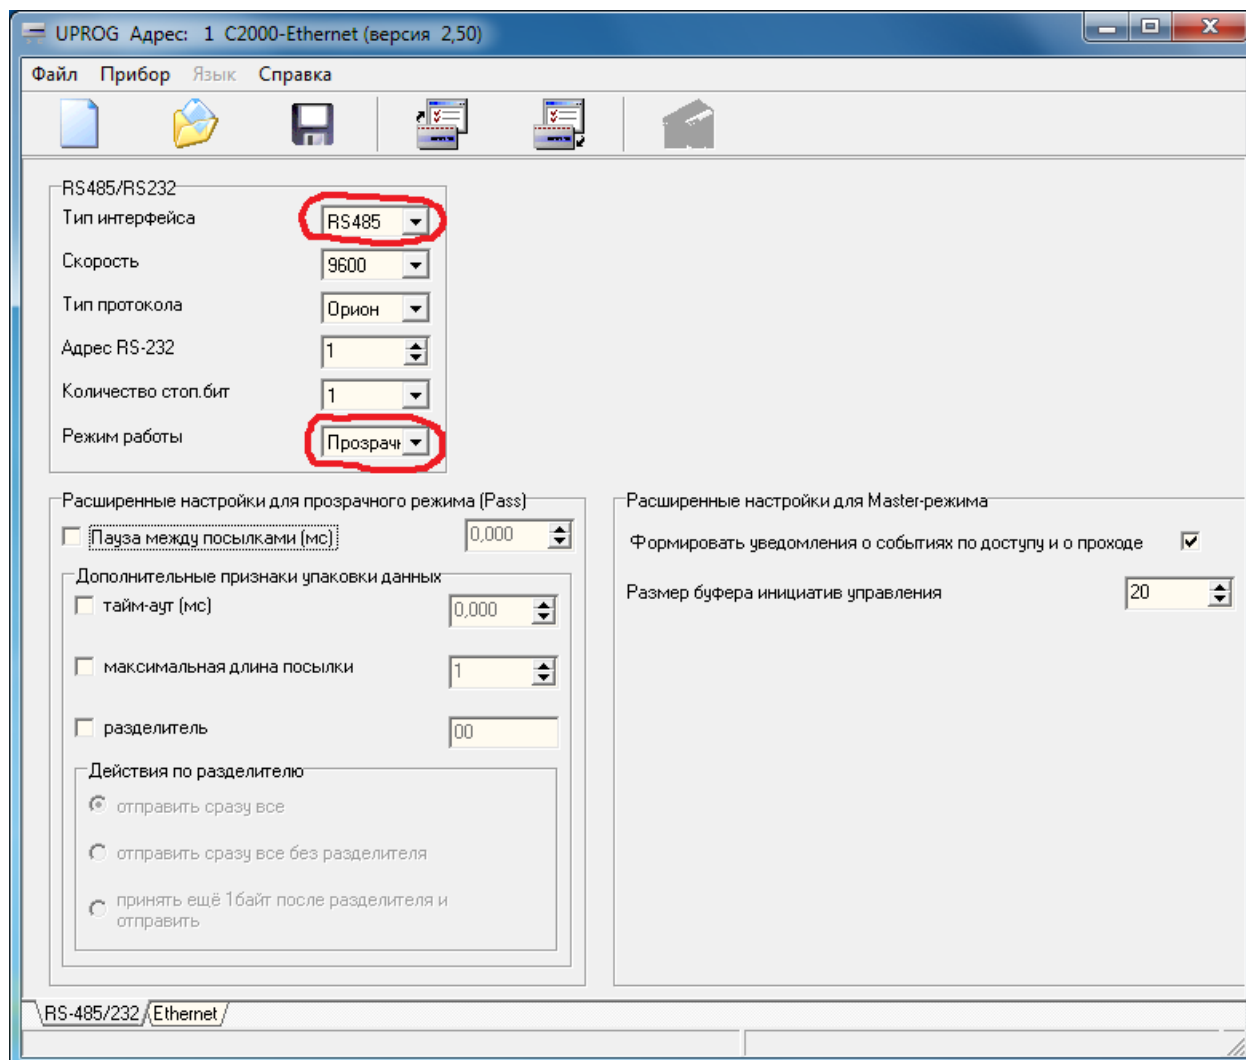

Рис.9. Настройка параметров C2000-Ethernet для конфигурирования контроллера доступа C2000-2.
- 4) Запустить программу UPROG. Выполнить пункт меню «Прибор→Чтение конфигурации из прибора». В отрывшемся окне указать номер COM-порта, выполнить поиск и считать конфигурацию C2000-Ethernet. На закладке с параметрами RS-485/232 установить параметр «Интерфейс = RS-485» и «Режим работы = прозрачный» (см. рисунок 9);